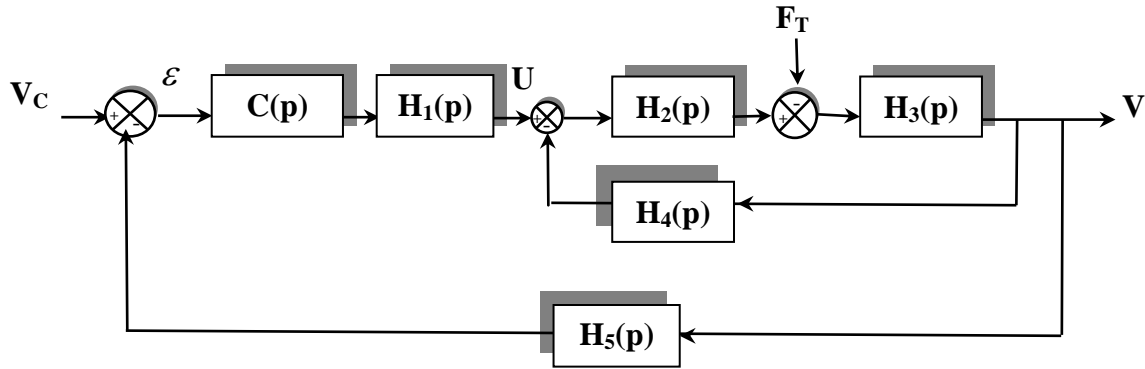

Figure 14
c) Transformer ce schéma bloc pour le mettre sous la forme de celui de la figure 14. Identifier, ensuite, chacune des fonctions de transfert $H_i(p)$ pour $i \in \{1, 2, 3, 4, 5\}$;